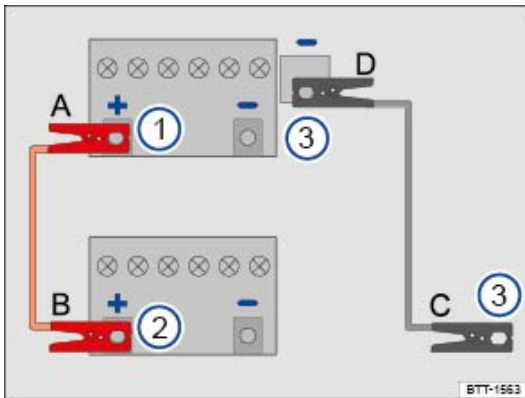

Fig. 177 Schéma de branchement des câbles de démarrage
Légende de la ⇒ Fig. 177 :
Branchez les câbles de démarrage uniquement dans l'ordre **A – B – C – D** ⇒ Fig. 177.
- Branchez une extrémité du câble de démarrage *rouge* à la borne positive (+) de la batterie du véhicule dont la batterie 12 V est déchargée ⇒ *Fig. 177* ① ⇒ .
- Branchez l'autre extrémité du câble de démarrage *rouge* à la borne positive (+) du véhicule fournissant le courant ⇒ *Fig. 177* ②.
- Branchez une extrémité du câble de démarrage *noir* ⇒ *Fig. 177* ③ de préférence à une prise de démarrage de fortune (raccord à la masse) ; sinon, branchez-la à une pièce métallique épaisse vissée sur le bloc-cylindres ou au bloc-cylindres lui-même du véhicule fournissant le courant.
- Sur le véhicule dont la batterie 12 V est déchargée, raccordez l'autre extrémité du câble de démarrage *noir* ⇒ *Fig. 177* ③ de préférence à la prise de démarrage de fortune (raccord à la masse), sinon raccordez-la à une pièce métallique épaisse fermement vissée sur le bloc-cylindres ou au bloc-cylindres lui-même ⇒ .
- En laissant les moteurs tourner, débranchez les câbles de démarrage exactement dans l'ordre **D – C – B – A** ⇒ *Fig. 177*.